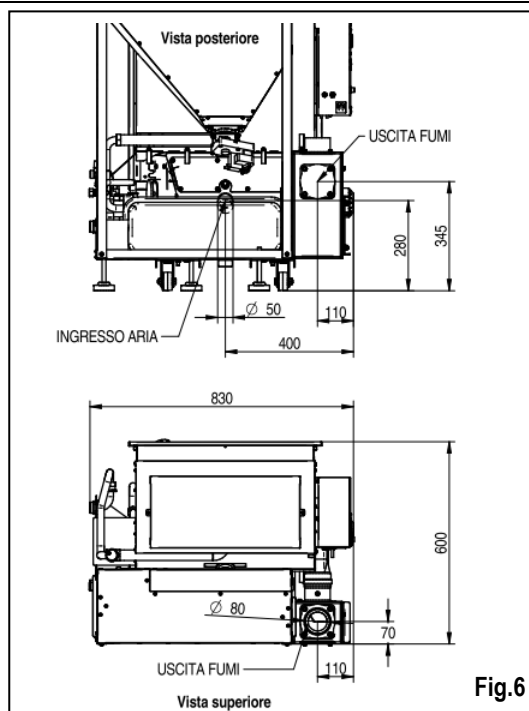

Fig.6
- Posizionare la canna fumaria tenendo conto della posizione del tubo di uscita fumi (fig.6).